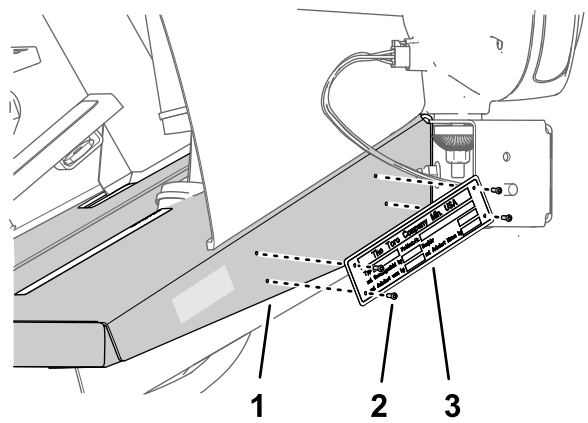

Bild 63
6. Befestigen Sie das Typenschild mit vier Nieten am Bodenplattenkanal (Bild 63).